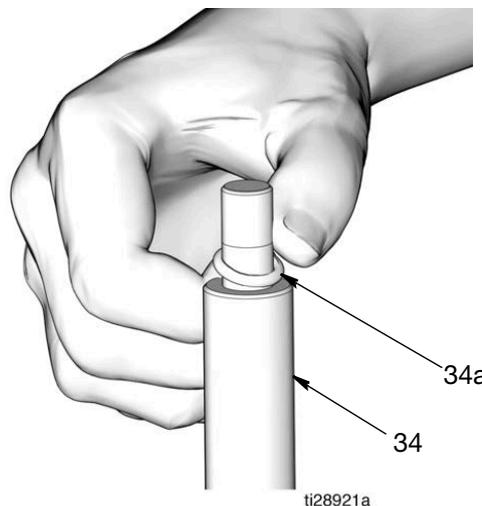

FIG. 30
5. Aplique una capa fina de grasa en la junta tórica (34a). Coloque la junta tórica sobre las ranuras del eje del pistón (34) (FIG. 30).